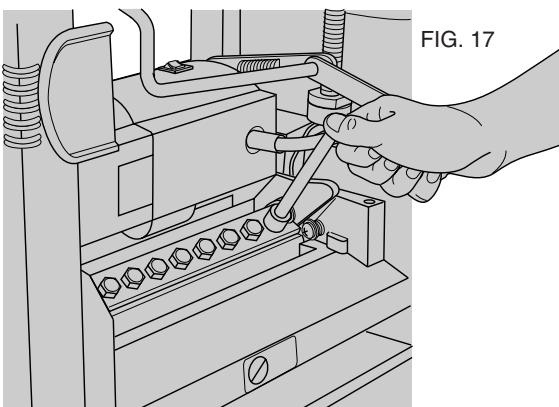

FIG. 17
6) Se servir de la clé en L fournie pour desserrer les deux boulons des extrémités sans les retirer (fig. 17).